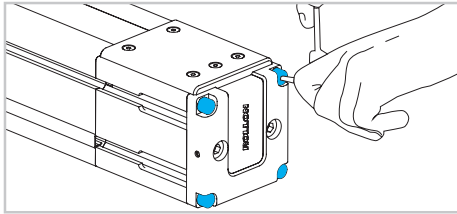

Abb. 10
- 10) Lösen Sie die vier Schrauben am Umlenkkopf (Abb. 10).